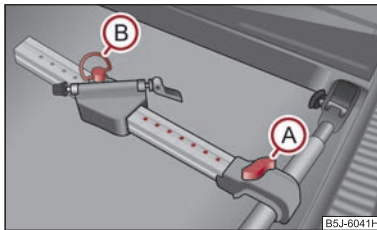

Abb. 68 Fahrradträger einbauen
- Setzen Sie den freigegebenen Fahrradträger auf die Mitte des Querträgers, nach dem Hochziehen der Schraube (A) schieben Sie den Längsträger (Alu-Teil) zum Querträger bis die Fassung einrastet und drehen Sie die Schraube (A) in die Mutter ⇒ Abb. 68.
- Lösen Sie die Schraube (B) und nehmen Sie sie aus dem verschiebbaren Teil des Halters heraus; bringen Sie das verschiebbare Teil je nach Fahrradgröße in eine der möglichen Stellungen, so dass es nicht zum Kontakt mit der Gepäckraumklappe kommt. Wir empfehlen, das verschiebbare Teil des Halters so zu platzieren, dass zwischen der Schraube (A) und dem verschiebbaren Teil 7 Bohrungen sichtbar sind.
- Die Schraube (B) in der gewünschten Position einsetzen und festdrehen. ■
- Lösen Sie die Schraube (A) ⇒ Abb. 68 und schieben Sie den Fahrradhalter zusammen mit dem befestigten Fahrrad nach links (in Fahrtrichtung gesehen), so dass es zwischen dem Lenker und dem Seitenfenster des Gepäckraums nicht zur Kollision kommen kann.